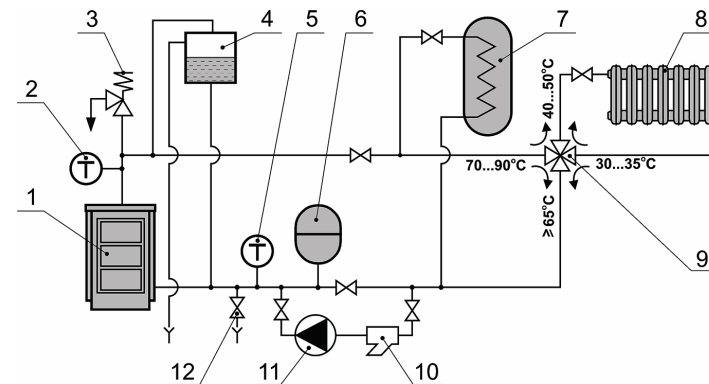

Рис. 3. Рекомендуемая схема подключения котла
4.3. Подключения к отопительной системе (рис.3):